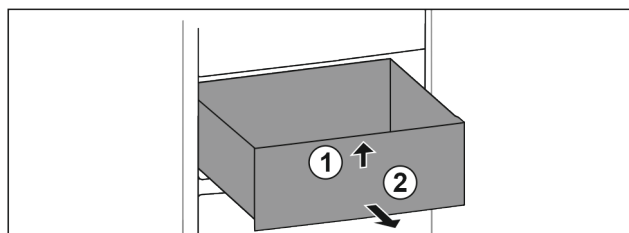

Fig. 64
- Ridicați sertarul în față. Fig. 64 (1)
- Extrageți sertarul spre înainte. Fig. 64 (2)